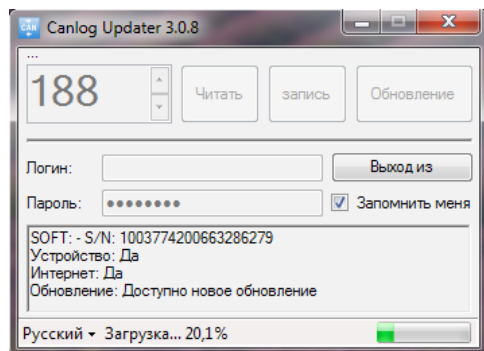

Рис.14. Обновление прошивки контроллера P145_20
5. Нажать кнопку «Обновление». Начнется процесс загрузки списка поддерживаемых ТС (Рис.14).